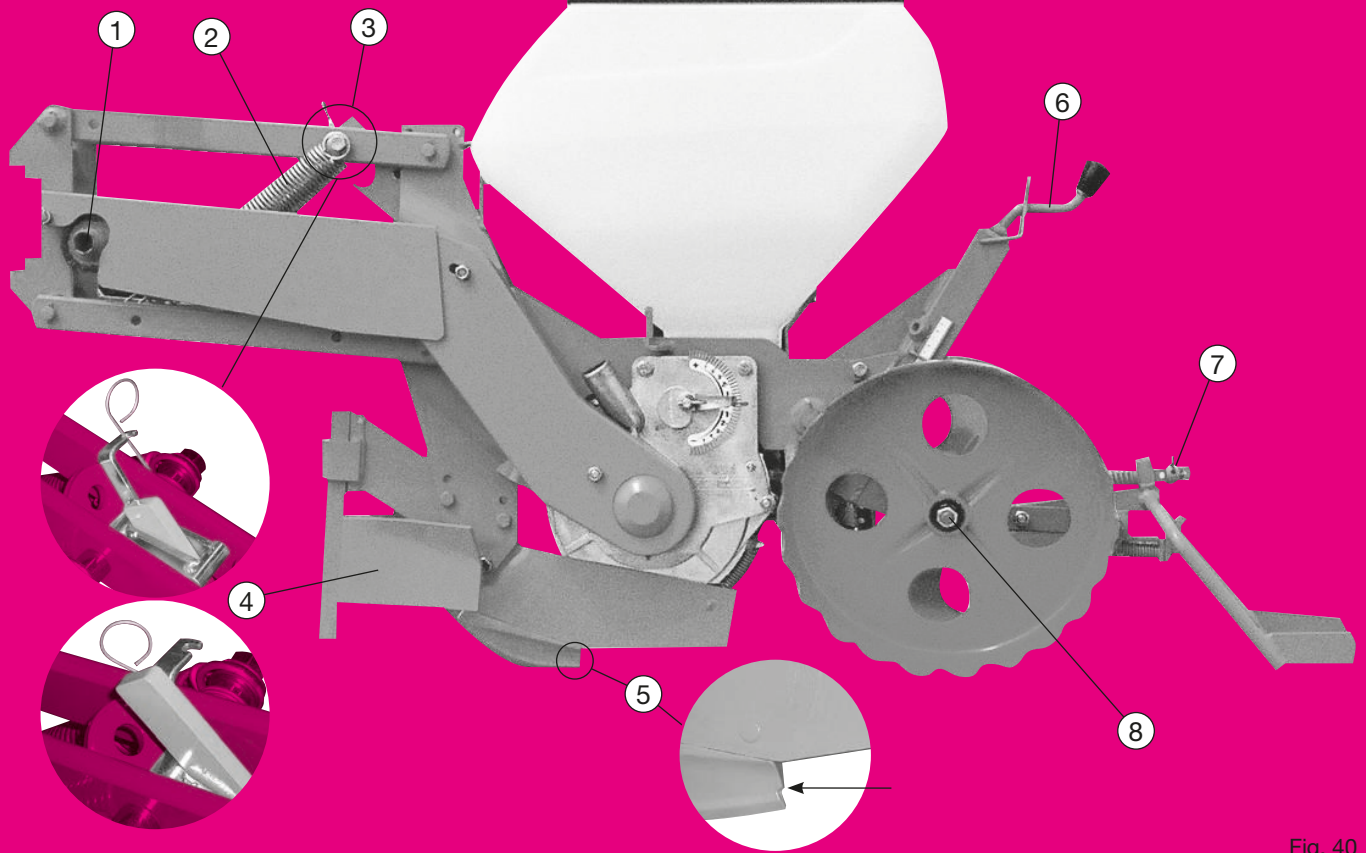

Fig. 40
Versjon de base (fig. 40) élément monté sur parallélogramme, terrage par le bloc arrière uniquement avec la manivelle (6) (fig. 40) - chasse-mottes avant avec coultre - soc standard maïs - roues tasseuses inclinées tôle - raclettes arrière - trémie 40 litres.
- (1) Système de sécurité (fig. 40) : il provoque un crabotage sonore en cas de blocage de la distribution. Un arrêt est alors obligatoire (voir page 44). Graisser les dents du crabot à la mise en route pour faciliter les premiers déclenchements.
- (2) Ressorts de parallélogramme : ils accentuent le poids de l'élément. En cas de trop forte pénétration, les ressorts peuvent être supprimés (1 ou les 2).
- (3) Taquet d'accrochage en position relevée (fig. 40) : en cours de travail, laisser le ressort dans son cran pour éviter les accrochages involontaires du taquet.
- (4) Chasse-mottes : doit travailler superficiellement pour éviter les risques de bourrages au niveau du boîtier ou de la chaîne.
- (5) Lorsque l'usure du soc atteint le stade du décrochement, le semis devient irrégulier : la pointe doit alors impérativement être remplacée.
- (6) Réglage du terrage (fig. 40) : une jauge graduée facilite l'uniformité du réglage.
- (7) Réglage de la hauteur des raclettes (fig. 40) par un jeu de rondelles d'épaisseur.
- (8) Réglage de l'écartement des roues maïs (fig. 40) : 2 bagues sur moyeux que l'on place, soit côté intérieur, soit côté extérieur, permettent d'obtenir 2 écartements à la base. Utiliser les roues resserrées pour semis superficiels (1 à 3 cm).
Basic version (fig. 40) element mounted on a parallelogram, depth control via the rear unit only, with the crank (6) (fig. 40)
- (1) Safety system (fig. 40) : this causes the clutch to sound in case of a blockage in the metering system. When this clutch sound is heard, stop the machine immediately (see page 44). The teeth of the clutch should be lubricated when restarting in order to make the first declutching easier.
- (2) Parallelogram springs : these increase the element's weight. If the penetration is too great, the springs may be removed (one or both).
- (3) Locking pawl to keep unit in a raised position (fig. 40) : while planting, in order leave the spring in its notch to avoid unexpected lock-up.
- (4) Clod remover : should work on the ground surface to avoid plugging at the metering box or chain.
- (5) When the shoe reaches this point of wear, sowing becomes irregular : the tip must then be replaced.
- (6) Adjustment of the depth (fig. 40) : a gradual scale makes it easier to set the unit at a uniform depth.
- (7) Adjustment of the height of the hillers (fig. 40) by means of a pair of washers.
- (8) Adjustment of the spacing of corn press wheels (fig. 40) : placing the 2 bushings on the inside or the outside of the wheel hub allows for 2 basic widths. Use the narrow setting for shallow seeding (1 - 3 cm) (3/8 - 1 1/2»).
Grundauführung (Abb. 40) Vorrichtung auf Parallelogramm, Tiefenregulierung nur über Heckblock, mit Kurbel. (6) (Abb. 40)
- (1) Überlastsicherung (Abb 40) : Wenn die Säscheibe blockiert ist (durch Einwirkung von Fremdkörpern) spricht die Überlastsicherung an durch ein knarrendes Geräusch. Halten Sie sofort die Maschine an, um die Ursache festzustellen (siehe Seite 44). Bei der Inbetriebsetzung sind die Zähne der Kupplung zu schmieren, um das Auslösen der Kupplung zu erleichtern.
- (2) Federn am Parallelogramm : zur Gewichtserhöhung. Bei zu tiefem Einsinken kann man die Federn entfernen (eine, oder beide).
- (3) Element in Transportstellung (Abb 40) : Beim Spannen der Feder wird der Sperrhebel aus der Kerbe gedrückt und das Element geht in Arbeitsstellung zurück.
- (4) Klutenräumer : Soll nicht zu tief eingestellt werden, um etwaige Verstopfungen am Gehäuse bzw. an der Kette zu vermeiden.
- (5) Erreicht der Verschleiß der Schar diesen Punkt, dann wird die Aussaat ungleichmäßig. Die Spitze ist unbedingt zu ersetzen.
- (6) Tiefenregulierung (Abb.40): Eine Skala erleichtert die Tiefenregulierung.
- (7) Höhenregulierung der Zustricher (Abb.40) mit einem Satz von Zwischenscheiben wird die Höhe reguliert.